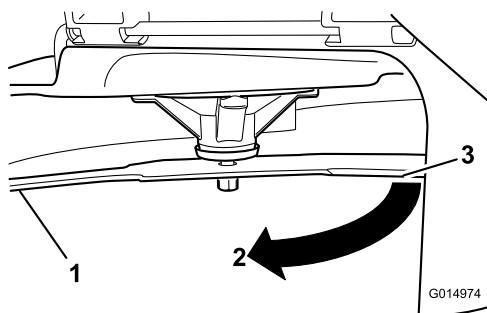

Bild 60
3. Zwischen Messer und Oberfläche gemessener Abstand (A)
4. Drehen Sie dasselbe Messer um 180 Grad, sodass die andere Schnittkante jetzt in derselben Stellung ist (**Bild 60**).